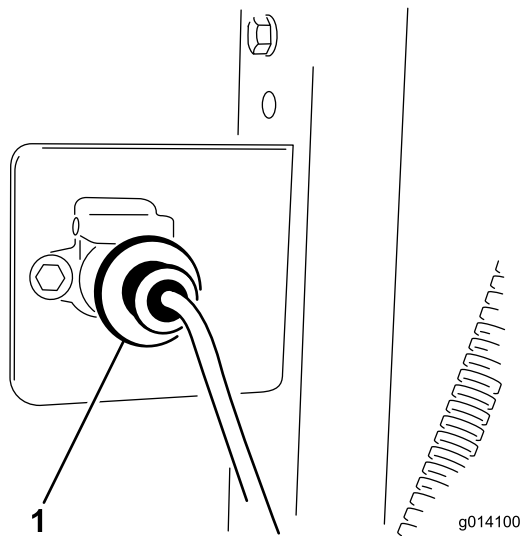

图10
3. 用两个 1/4 x 1 英寸的螺栓和螺母将线束插座固定到支架（图10）。
5. 将基座线束连接到牵引车的线束（图10）。接头位于连接到牵引车的液压软管间。